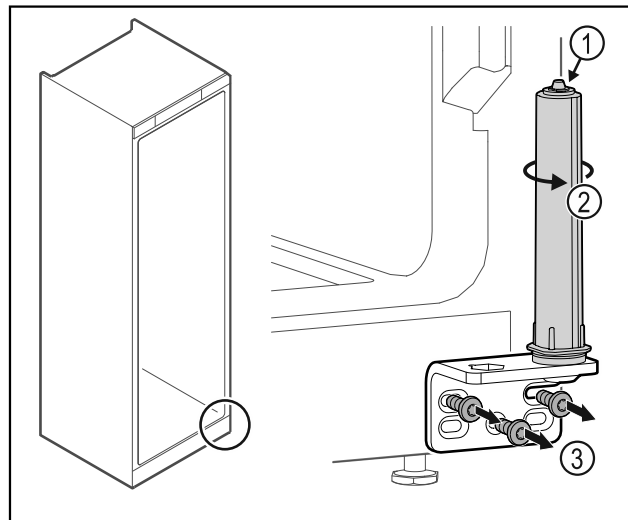

Fig. 39
- ▶ Не разглобявайте затварящата система на вратата Fig. 39 (1).
- ▶ Въртете затварящата система Fig. 39 (2), докато тя щракне.
- ▶ Развийте ъгъла на пантата Fig. 39 (3).